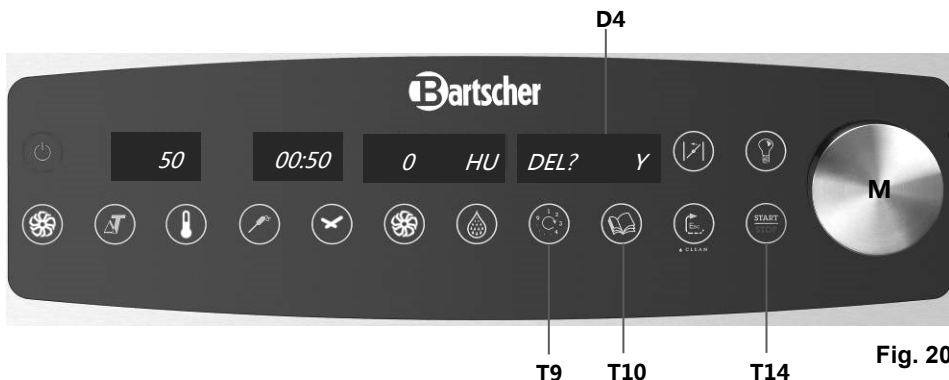

Fig. 20
Después de seleccionar el programa de cocción deseado se pueden cambiar los parámetros de cocción, como se describe en el **capítulo 5 „Programación manual“**. Si desea guardar los cambios, presione y mantenga presionado durante 3 segundos la tecla **T10 (Fig. 20)**. El programa modificado se guarda en el lugar de la versión antigua.
3. Mantenga pulsada la tecla **T9 (Fig. 20)**.
4. En el campo **D4 (Fig. 20)** aparece el mensaje: **DEL? N.**
5. Gire el interruptor giratorio **M (Fig. 20)**, en el campo **D4 (Fig. 20)** aparece **DEL? Y.** Confirme la operación pulsando el interruptor giratorio **M.**
Para **borrar una parte del programa de cocción**, seleccione la fase de cocción que desea eliminar y, a continuación, pulse la tecla **T9 (Fig. 20)**. A continuación, siga con los pasos 4 y 5 descritos anteriormente.